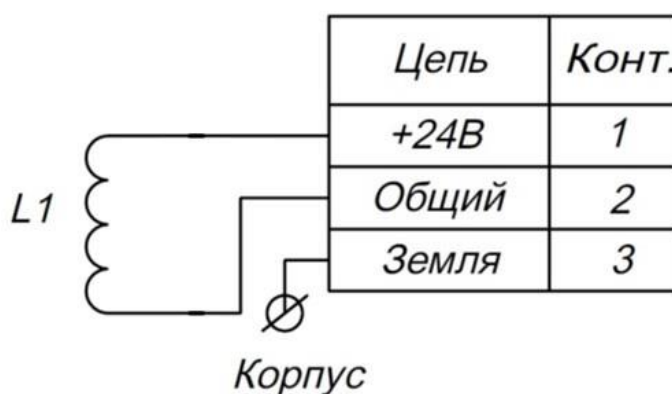
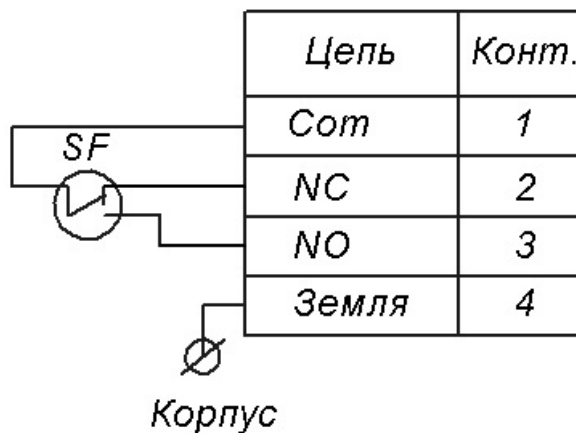

Рисунок 5 Схема цепи пуска модуля с пуском типа «Э» или «ТЗ-Э»
Рисунок 6 Схема подключения датчика срабатывания модуля с пуском типа «Э»
2.2.4.10 Для модуля с электрическим пуском подключить розетку (4 контакта) датчика пуска модуля к аппаратуре управления и контроля, согласно схем (рисунок 5 и рисунок 6).